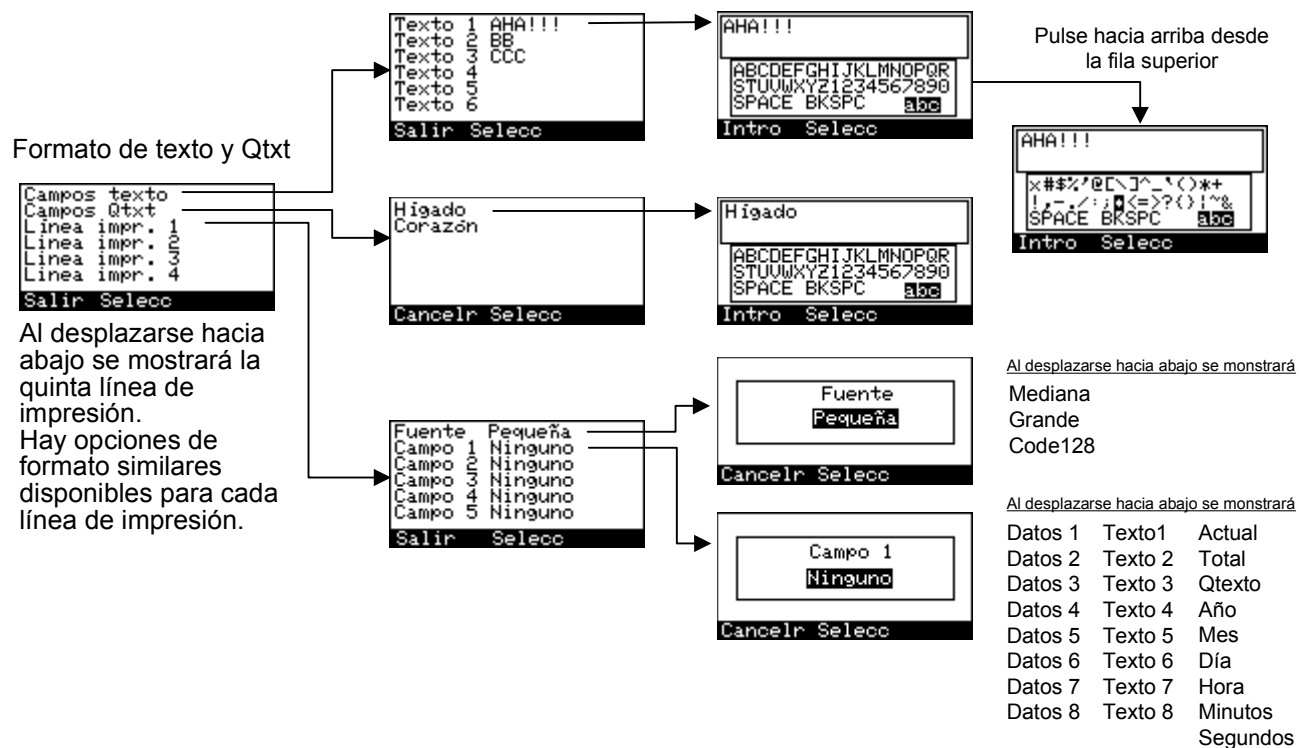

Figura 15 – Configuración de impresión de imagen con formato de línea de impresión
- Tenga en cuenta que hay una pantalla de puntuación disponible, si pulsa el botón de **navegación de cinco direcciones**, vea la **Figura 15**. Mueva el cursor hacia la fila superior o inferior y pulse hacia arriba o hacia abajo, según corresponda. Del mismo modo, regrese a la pantalla de texto desde la pantalla de puntuación.
Por otro lado, los **campos de texto** almacenan la información hasta que esta se borra, edita o sobrescribe. Al acceder al menú en los **campos de texto** vaya a **Print Img Settings/Text Fields/Text1** y use el teclado de acceso a la pantalla de la forma que aparece en la **Figura 15** para introducir texto. Consulte el ejemplo de la siguiente sección, en donde la información se introdujo con un teclado, pero puede usarse también un escáner.